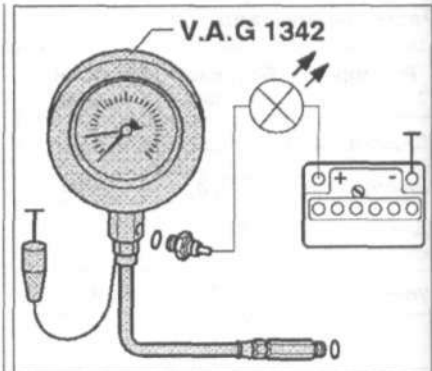

Рис. 4.14. Проверка давления масла и датчика давления.
1. Выкрутите датчик давления и вкрутите его в тестер (рис. 4.14).